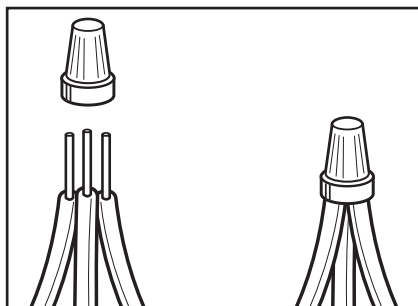

Figure 1
4) Utilisation des serre-fils (Fig. 1)